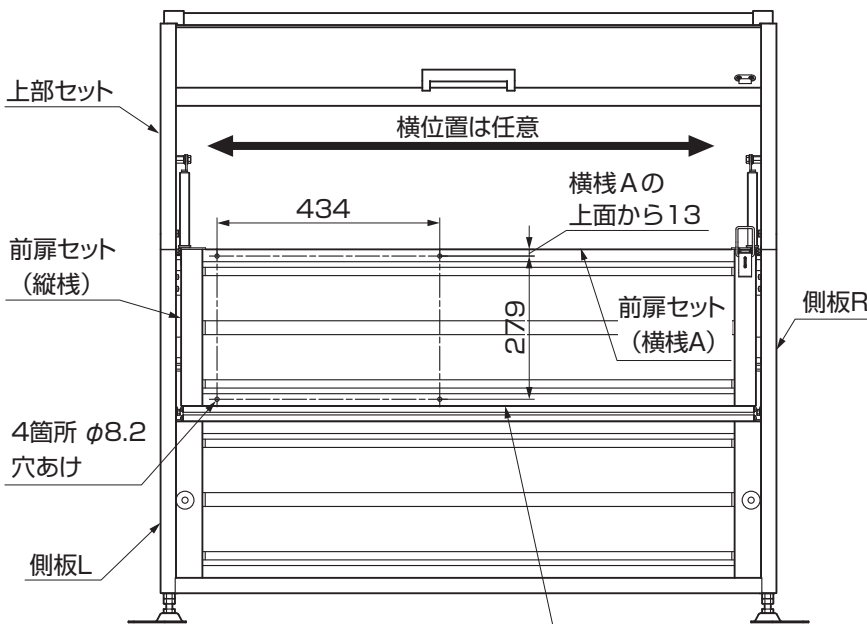

図15-1 前扉セット(横棧B)
- ①前扉セット(横棧A)と前扉セット(横棧B)にφ8.2の穴を4箇所あけてください。(図15-1参照)
- 上側2箇所の穴の位置は、前扉セット(横棧A)の上面から13mmの位置にあけてください。(図15-1参照)